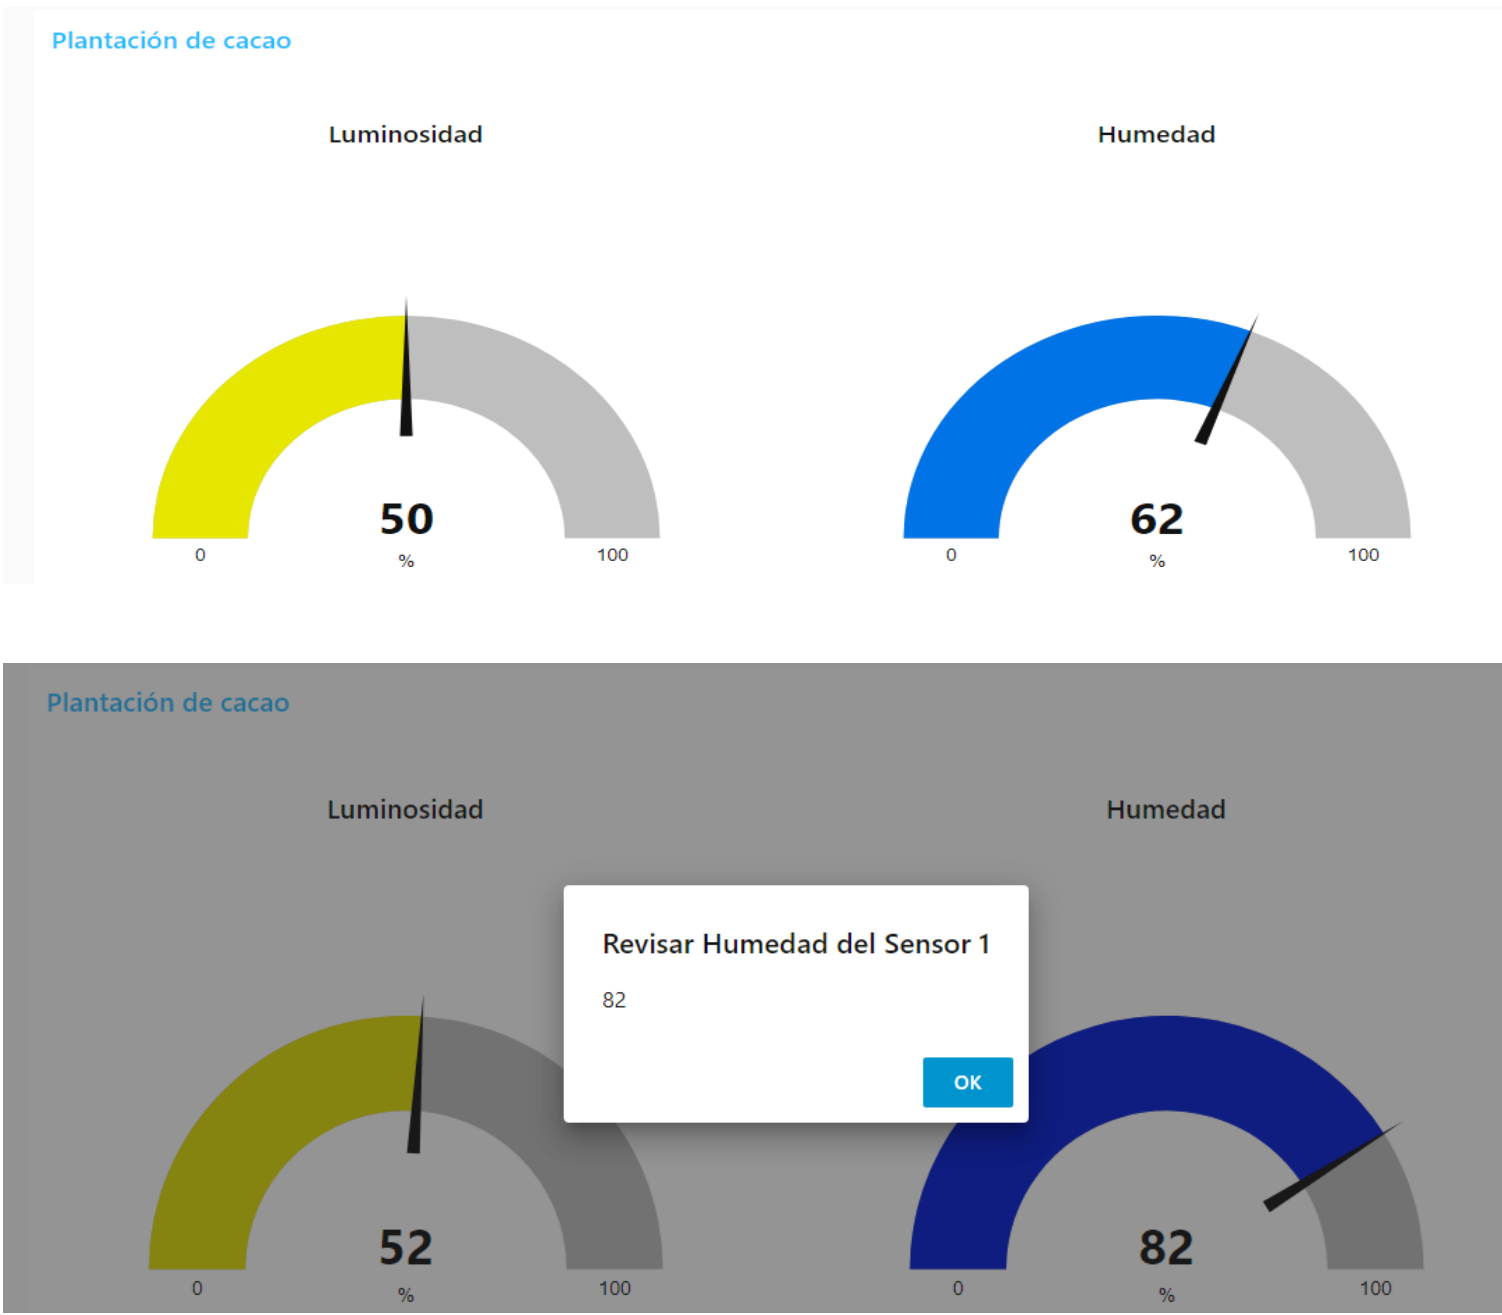

Figura 6.- Valores de Humedad y Luminosidad en la plataforma web
- Por medio de una aplicación web se consiguió mostrar los valores de Luminosidad y Humedad presentes en la plantación, si los valores se encuentran fuera de los rangos establecidos (Humedad 20 – 80% y Luminosidad 25 - 100%), se arroja una alerta indicando el valor y el número de sensor a revisar, como se muestra en la Figura 6.